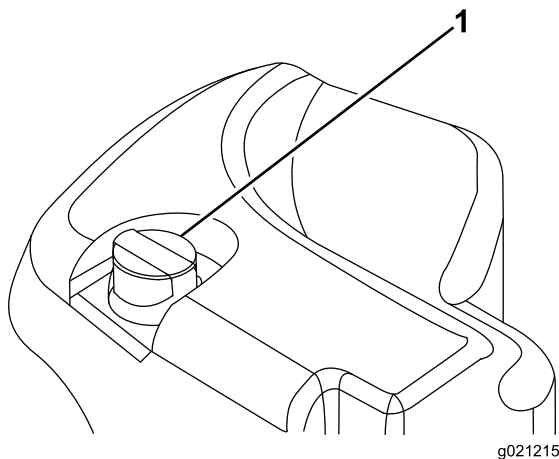

Рисунок 32
2. Очистите зону вокруг заливной горловины и крышки гидравлического бака (Рисунок 32).